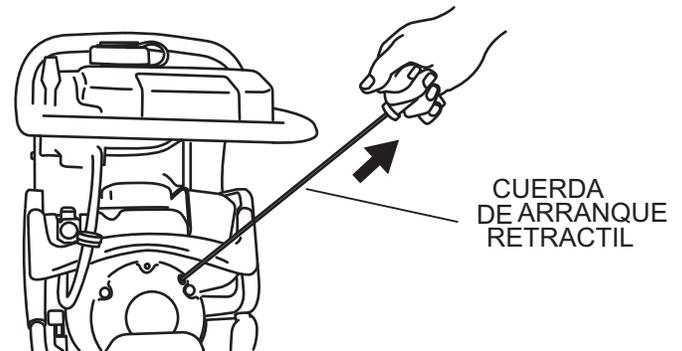

Figura 7. Arranque retráctil
3. Sujete el asa para el arranque retráctil (Figura 7) y júlela hasta sentir una ligera resistencia. Entonces jale firme y rápidamente. Regrese el asa de arranque retráctil hacia la cubierta antes de soltarla.